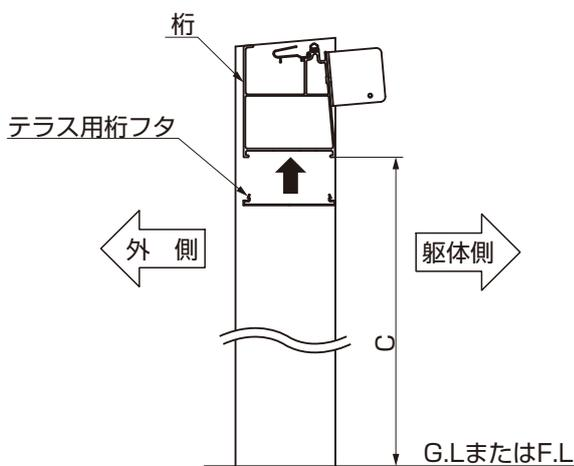

図5-3 連棟仕様もしくは
- ②連棟仕様もしくは、テラス用中間柱仕様はG.L.またはF.L.から桁下面までを実測 (C寸法) し、連棟柱背面カバーをその寸法に切断して連棟柱もしくは、テラス用中間柱にはめ込んでください。(図5-3、図5-4参照)